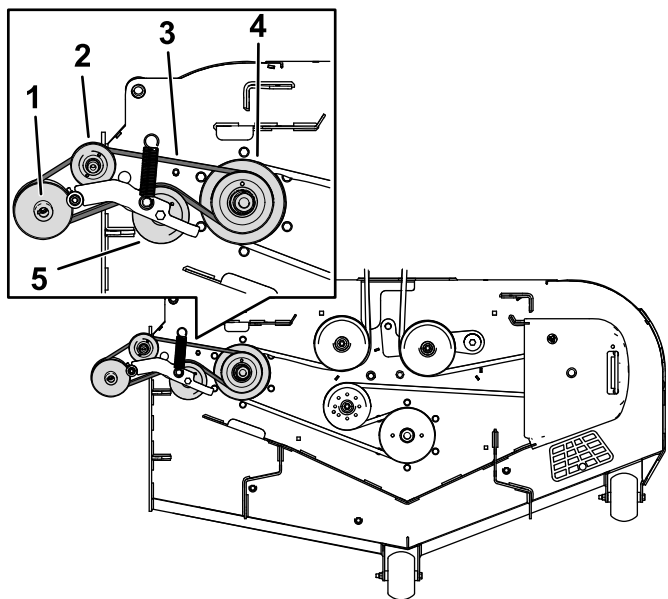

図 43
1. 図 43のように、駆動プーリにフロアベルトを取り付ける。